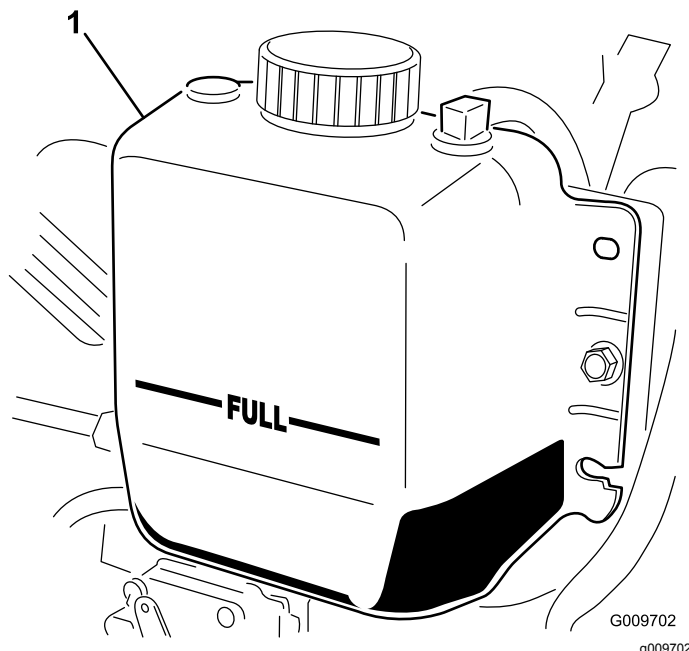

Рисунок 89
3. Проверьте уровень охлаждающей жидкости в радиаторе. Радиатор должен быть заполнен до верха заливной горловины, а расширительный бачок — до метки FULL (Полный) (Рисунок 89).